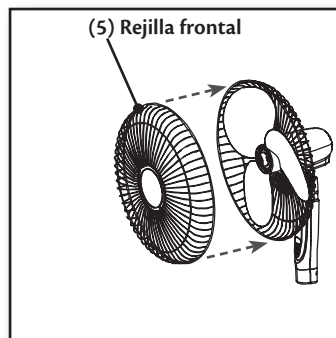

Figura 6.
- Coloque la rejilla frontal (5) en la muesca de la parte inferior de la rejilla posterior (3) para que el logotipo de Hunter esté orientado hacia arriba. **Figura 6.**